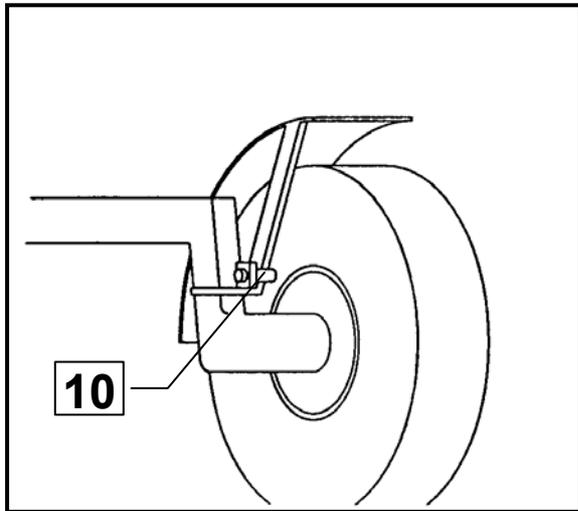

Рис. 6
- Датчик скорости (10) должен монтироваться таким образом, чтобы он располагался как можно ближе к зубчатому кольцу (6). Прицепные опрыскиватели оборудованы для этого собственным креплением на оси машины. При применении навесных опрыскивателей крепление датчика скорости необходимо монтировать с внешней стороны переднего моста трактора таким образом, чтобы при повороте колёс датчик одновременно тоже поворачивался (рис. 6).